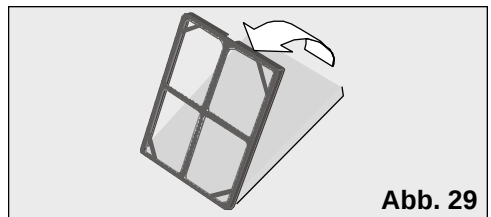

Abb. 29
- ☐ Überprüfen Sie, ob der Zusatzfilter im Halterahmen eingesetzt ist; andernfalls installieren Sie ihn wie in **Abb. 29** gezeigt. Dabei muss die schwarze Seite des Filters am Halterahmen anliegen.